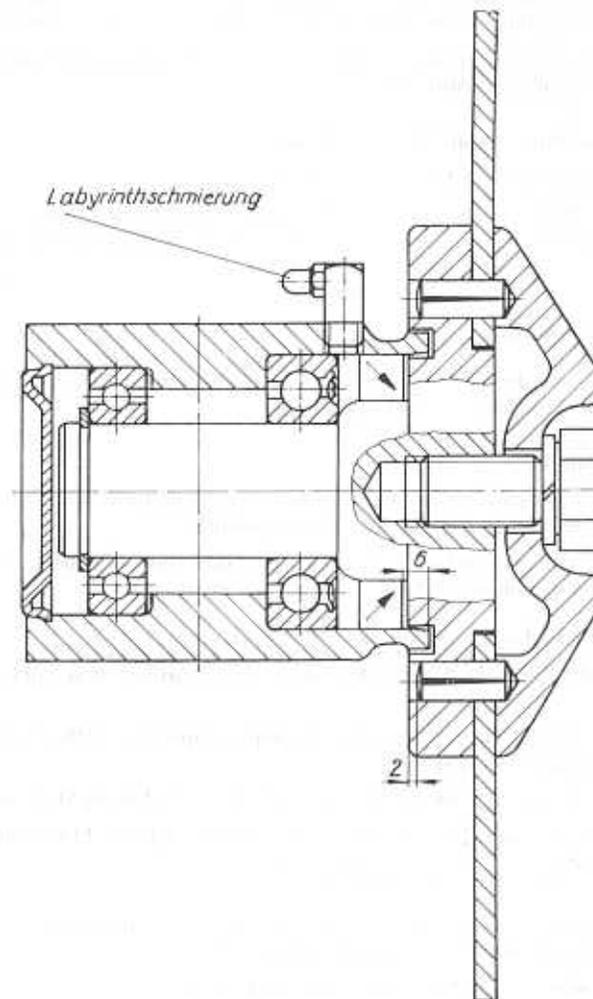

Abb. 23 Scheibensochlagerung
- Die Abschmierung hat so zu erfolgen, daß die Labyrinthdichtung vollständig mit Fett gefüllt ist (Abb. 23).